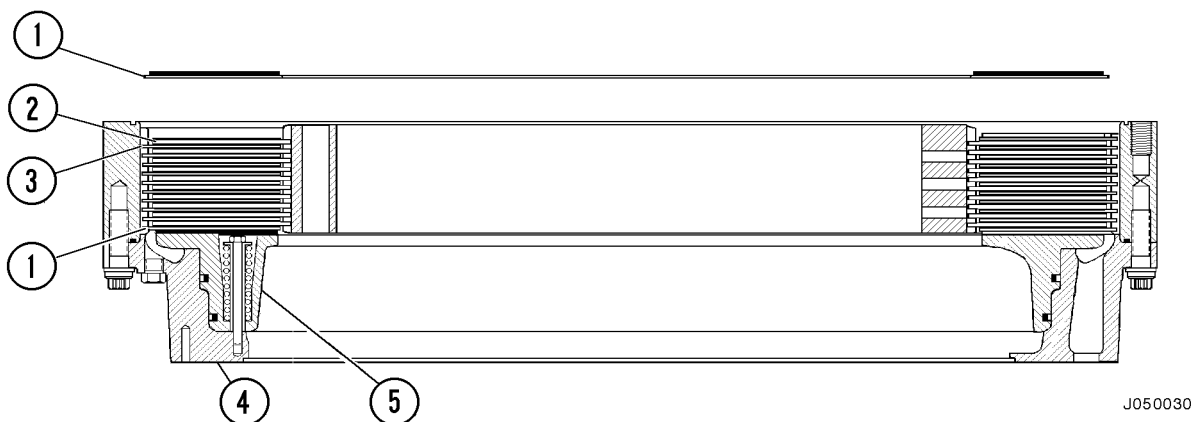

FIGURA 5-10. INSTALACIÓN DEL PAQUETE DE DISCOS
- Inserte el disco amortiguador (1, Figura 5-10) en el engranaje de corona y en el engranaje interno con el material de fricción (abajo) hacia el pistón (5).
- Inserte el disco de fricción (2) arriba del amortiguador.
- Instale una placa separadora (3).